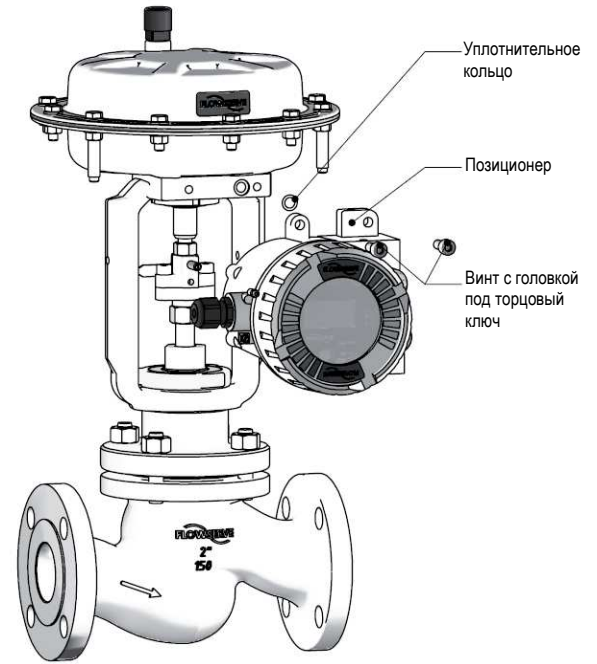

Рис. 8: Демонтаж оснастки
1. Отверните крепежные гайки (114) крышки против часовой стрелки. (См. рис. 8: Разборка клапана со стандартной крышкой)
2. Отверните крышку сальник (80) против часовой стрелки.
3. Снимите тарельчатые пружины (109)
4. Снимите верхнюю направляющую (87) штока.
5. Установите ключ для круглых гаек (См. Раздел 16: Специальные инструменты) на шток (50) и медленно поворачивайте его.